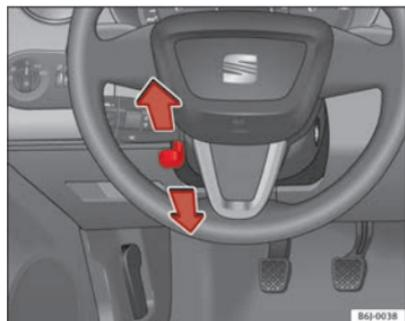

Fig. 95 Ajuste de altura del volante
- Tire hacia abajo de la palanca ⇒ fig. 95 situada debajo de la columna de dirección ⇒ ⚠.
- Ajuste el volante hasta alcanzar la posición deseada ⇒ fig. 95.
- Ajuste el asiento del conductor o el volante de modo que quede una distancia mínima de 25 cm entre el volante y el tórax ⇒ fig. 95. ¡Si no respeta la distancia mínima, el airbag no le protegerá adecuadamente y corre peligro de muerte!